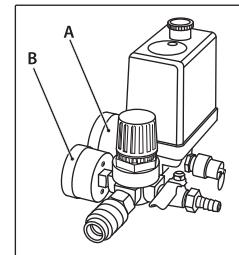
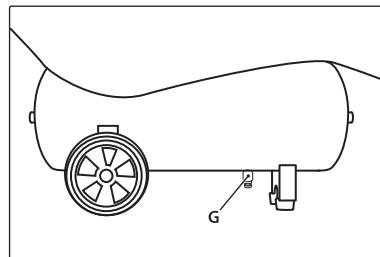

Рис. 7
Рис. 8
Компрессор оснащен манометром (A) для контроля давления в ресивере и манометром (B) для контроля давления в рабочей магистрали (рис. 7), а также клапаном для слива (удаления) конденсата (G) из ресивера (рис. 8).
При первом запуске компрессор должен проработать без нагрузки около 10 минут с полностью открытым регулятором давления выходного воздуха и клапаном слива конденсата из ресивера (рис. 8).